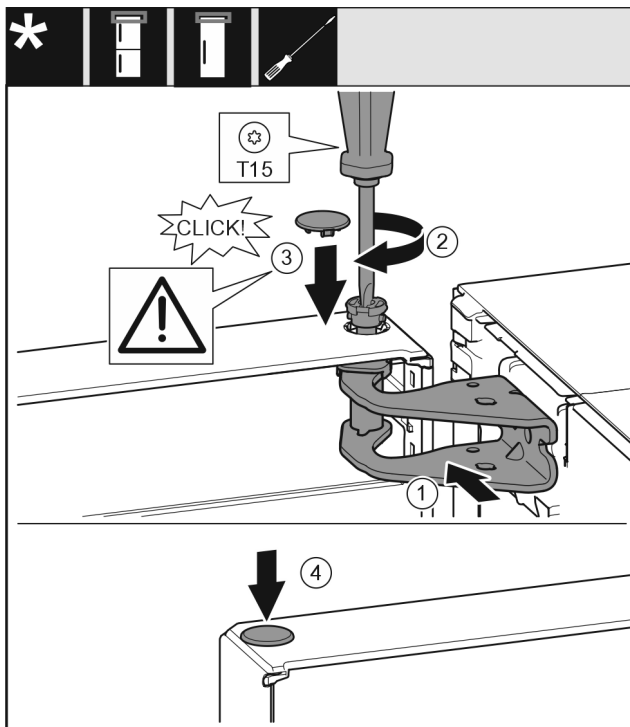

Fig. 15
- ▶ Kohdista ovi ylhäältä laakeripukin aukkoon. Fig. 15 (1)
- ▶ Aseta pultti paikalleen ja kiristä se T15-ruuvimeisselillä. Fig. 15 (2)
- ▶ Suojakannen kiinnittäminen oven suojaksi: Aseta suojakansi paikalleen ja varmista, että se on tiukasti ovea vasten. Muussa tapauksessa pultti on työnnettävä kokonaan sisään. Fig. 15 (3)
- ▶ Kiinnitä nasta. Fig. 15 (4)